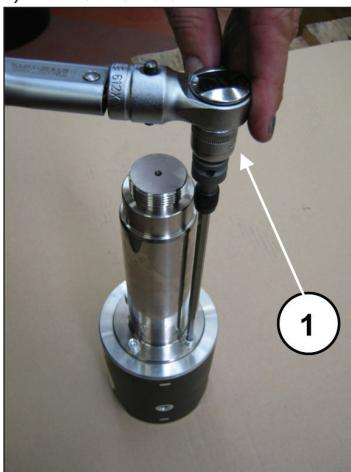

图 46
利用专用工具锁定柱塞导承，接着用扭力扳手进行螺栓的调节(①, 图 46)。如第3章所示。